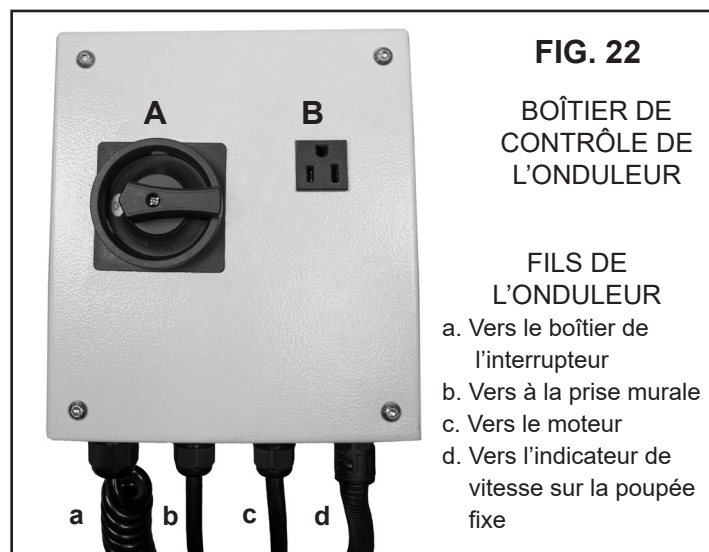

FIG. 22
Le tour 70-1824VSR est muni d'un interrupteur MARCHÉ/ARRÊT (Fig. 22, A) situé sur le boîtier de l'onduleur sous l'extrémité de la poupée fixe du bâti du tour. Cet interrupteur DOIT être actionné avant et après l'utilisation du tour. Il permet d'activer le boîtier de l'interrupteur pour utiliser le tour. Il éteint totalement le tour lorsqu'il n'est pas utilisé pour une longue période de temps. Cet interrupteur protège les composants électriques, particulièrement empêcher l'afficheur LCD de brûler, et empêche l'accès non-désiré par les enfants ou les spectateurs. L'interrupteur possède aussi un verrou pour sécuriser davantage le tour. Appuyez sur le bouton vert (Fig. 23, C) pour démarrer le tour. Appuyez sur le bouton rouge (D) pour arrêter le tour. Tournez la poignée centrale de l'interrupteur en sens horaire pour démarrer le tour. Tournez la poignée à nouveau, en sens antihoraire, pour éteindre le tour. Figure 23.
Une prise électrique de 115V (Fig. 22, B) est livrée sur le boîtier de l'onduleur pour brancher une lumière ou autres accessoires avec une fiche à 3 broches. Lorsque non-utilisée et pour la sécurité des enfants, le couvercle fourni devrait être en place sur la prise. Ceci gardera aussi la poussière hors de la prise.
NOTE : L'interrupteur Marche/Arrêt principal (page 15, fig. 22, A) doit être allumé pour que le boîtier soit fonctionnel.